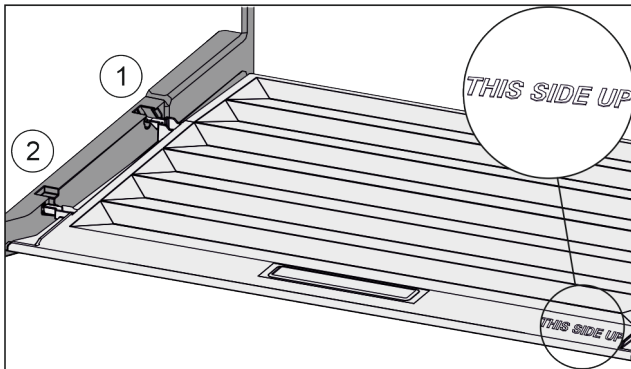

Fig. 118
- ▶ Пъхнете шийките на капака през отвора в задния държач Fig. 118 (1) и фиксирайте отпред в държача Fig. 118 (2).